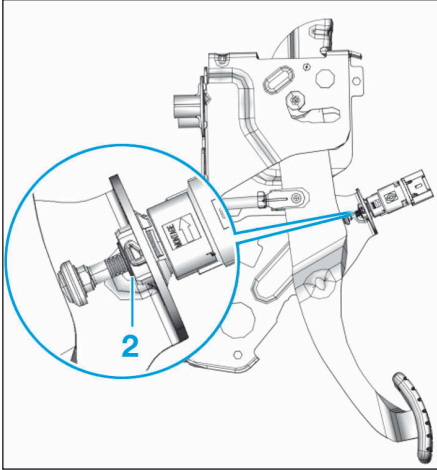

FIG.21
- Contrôler que la collerette (2) est en affleurement avec le corps du contacteur. Dans le cas contraire, le réglage est à refaire (Fig.21).